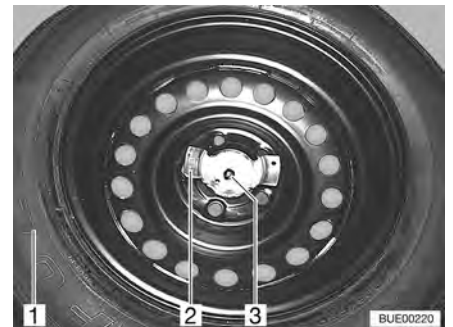

Fig. 222 Fissaggio della ruota di scorta
- Svitare i due dadi (Fig. 222,2 e 3).
- Rimuovere la ruota di scorta (Fig. 222,1) dal relativo supporto.